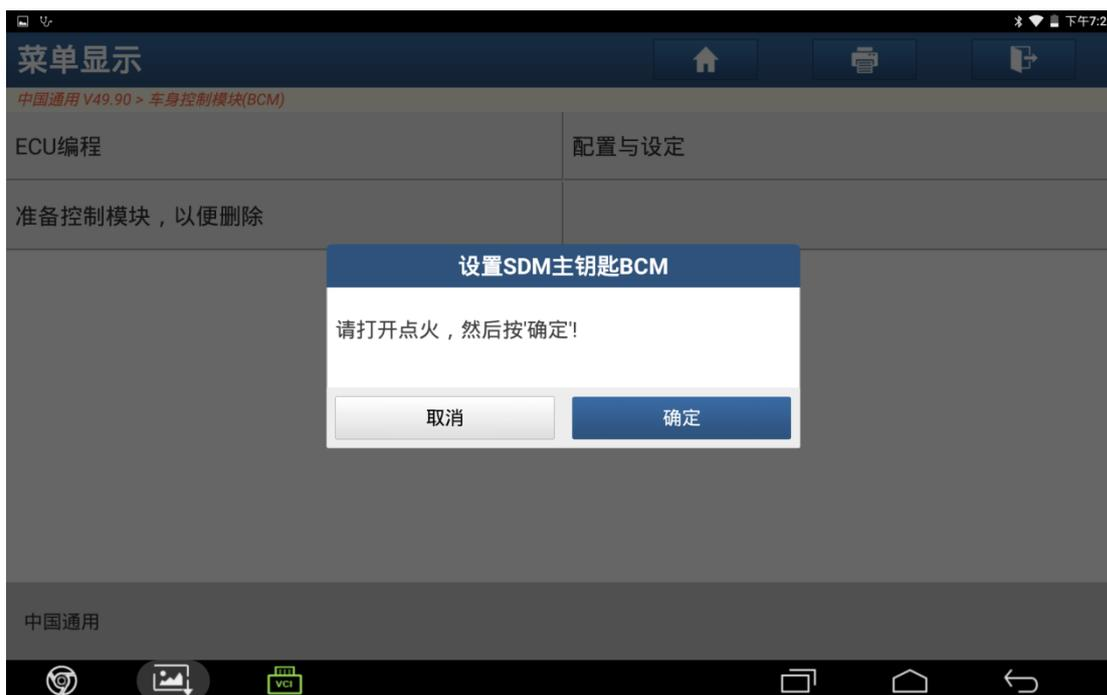

图 30
30). 根据提示操作打开点火开关, 然后点击“确定”, 如图 30;